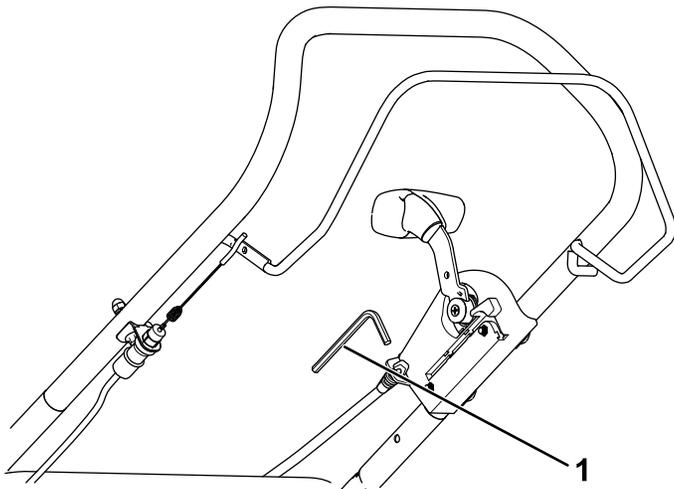

Bild 2
1. Entfernen Sie den Sechskantschlüssel von der Transporthebelbaugruppe (Bild 2).